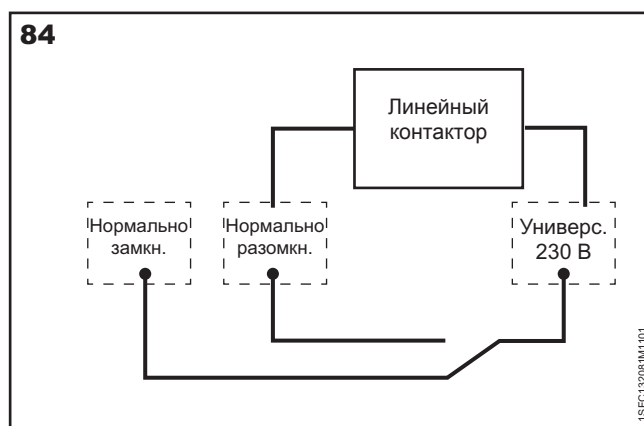

Рис. 84. Можно, например, подключить силовой замыкатель (230 В)
Каждое реле оснащено тремя клеммами — одной клеммой общего назначения (COM), одной нормально разомкнутой клеммой (NO) и одной нормально замкнутой клеммой (NC). См. **рис. 84**.